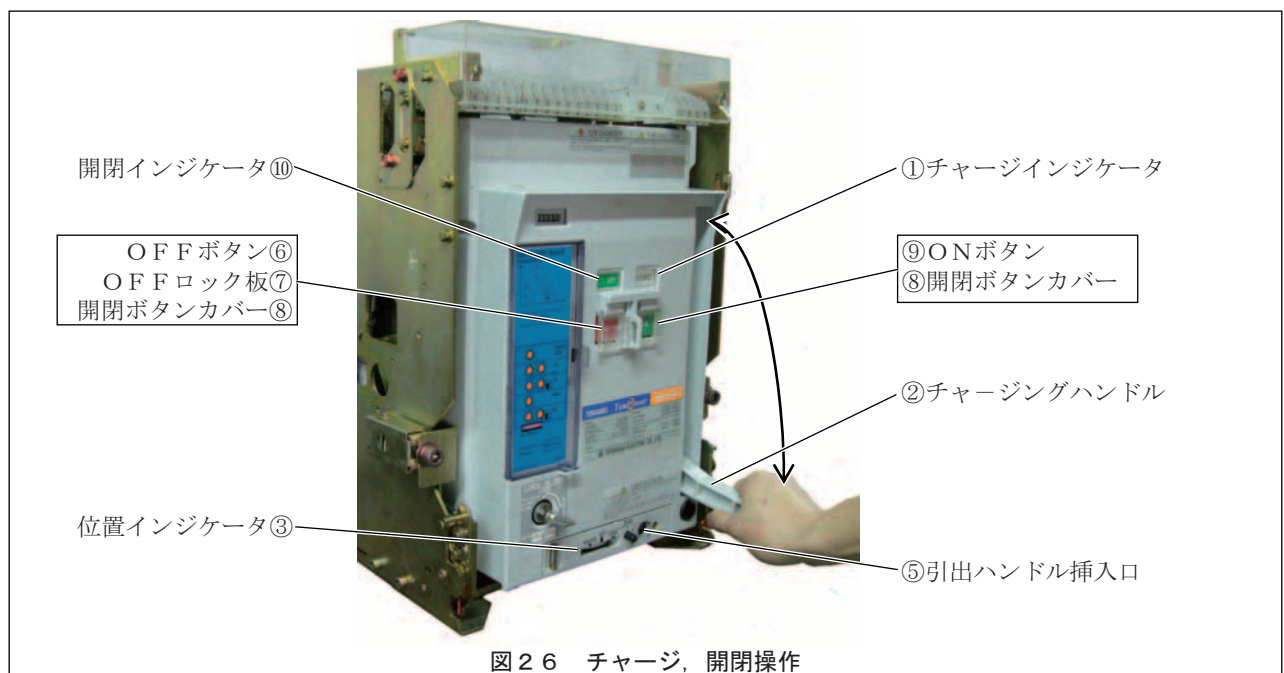

図26 チャージ, 開閉操作
チャージインジケータ（図26①）の表示が「DISCHARGED」から「CHARGED」に変わるまで、チャージングハンドル（図26②）を前に倒して戻す操作を繰り返します。チャージングハンドルの最大操作範囲 約90°でチャージ操作すると、10～13回程度の操作でチャージは完了します。
規定の操作電源電圧が制御回路端子②, ③間に与えられているとき, チャージインジケータ (図26①) が閉路操作等により「DISCHARGED」に変わると, 直ちにチャージングモータが駆動し, 投入スプリングのチャージが行われます。チャージが完了すると, チャージインジケータに「CHARGED」が表示され, チャージングモータは自動的に停止します。チャージ時間は, 操作電源電圧や遮断器形式により異なりますが, 約10秒以内です。
- 1) チャージインジケータ (図26①) が「CHARGED」であること。
- 2) 手動閉路操作では位置インジケータ (図26③) が, 「CONN.」, 「TEST」, 「ISOLATED」のいずれかを指していること (中間位置にないこと)。電氣的閉路操作では操作電源電圧が, 制御回路端子②, ③に与えられており, 位置インジケータ (図26③) が「CONN.」, 「TEST」のいずれかを指していること (中間位置にないこと)。
- 3) 引出ハンドルが引出ハンドル挿入口 (図26⑤) に挿入されていないこと。
- 4) OFFボタン (図26⑥) がOFFロック板 (図26⑦) でロックされていないこと。
開閉ボタンカバー (図26⑧) を開けてONボタン (図26⑨) を押してください。遮断器は音を立てて閉路し, 開閉インジケータ (図26⑩) に「ON」, チャージインジケータ (図26①) には「DISCHARGED」が表示されます。
図17, 19, 21に示す「ONスイッチ」を押してください。投入コイル (LRC) (図17, 19, 21) が励磁され, 遮断器は音を立てて閉路します。開閉インジケータ (図26⑩) に「ON」, チャージインジケータ (図26①) には「DISCHARGED」が表示され, 直ちにチャージングモータが駆動し, 投入スプリングのチャージが行われます。
開閉ボタンカバー (図26⑧) を開けてOFFボタン (図26⑥) を押してください。遮断器は音を立てて開路します。開閉インジケータ (図26⑩) には「OFF」が表示されます。